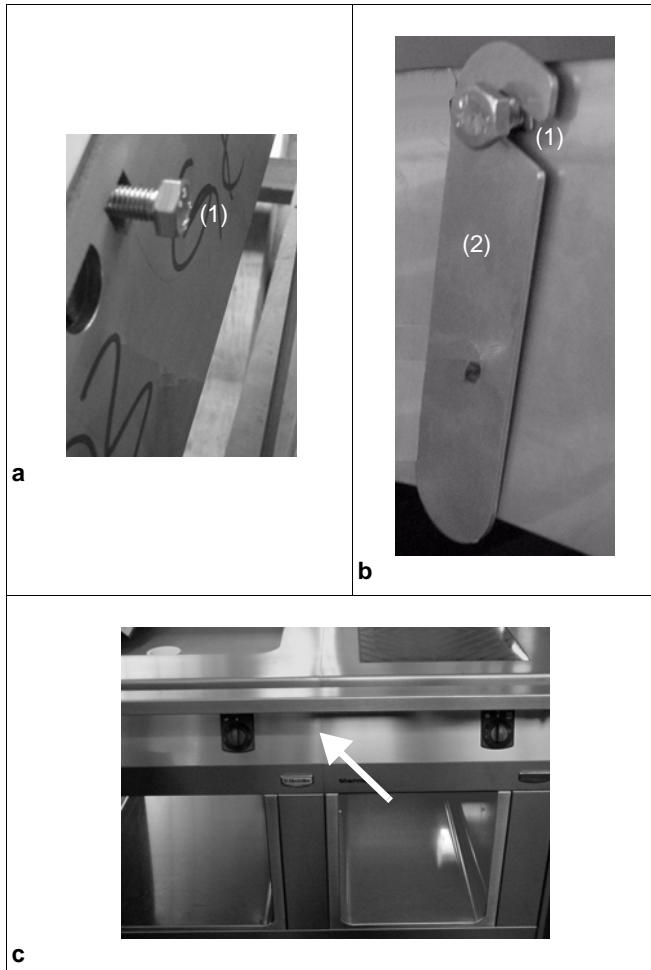
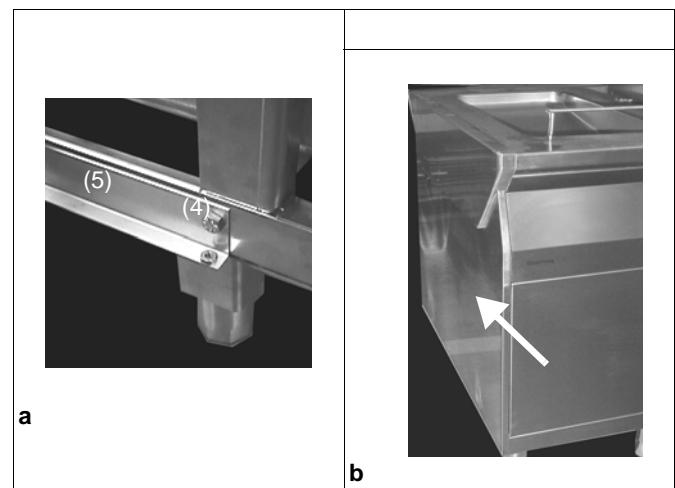

Fig.1 Seitliche Verbindung
Fig.2 Seitenwandmontage
Fig.1 INSTALLATIONSPLÄNE - INSTALLATION DRAWINGS - PIANI DI INSTALLAZIONE- PLANS D'INSTALLATION - INSTALLATIESCHETSEN - INSTALLATIONSSCHEMAN - ASENNUSMITAT LATTIA
vormontierten Käfigmuttern (1 / Fig.1) an der rechten Seite des Gerätes, Sechskantschrauben M8x25 (1 / Fig.1) und Laschen (2 / Fig.1)
- ⇒ Schraube (1 / Fig.1) lose, etwa 5 mm tief in die Käfigmutter drehen.
- ⇒ Lasche (2 / Fig.1) an der linken Verbindungsplatte des zweiten Gerätes innen einsetzen.
Sechskantschrauben M8x25 (1 / Fig.1), Bolzen mit Sicherungsring (2 / Fig.1), Laschen (3 / Fig.1), Sechskantschrauben M8x16 mit Fächerscheiben und Sechskantmuttern M8, Sechskantschrauben M5 mit Fächerscheiben (4 / Fig.2)
und einem Befestigungswinkel (5 / Fig.2).
- ⇒ Den Befestigungswinkel (5 / Fig.2b) mit den Schrauben, Fächerscheiben und Muttern unten am Rahmen befestigen. (4 / Fig.2).